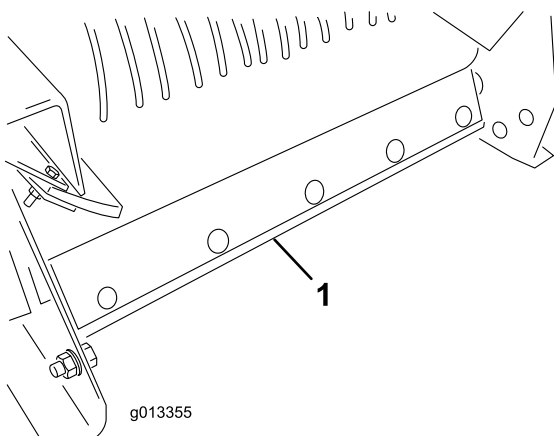

Figura 60
6. Îndepărtați ansamblul screperului de curățare a benzii din spatele mainii (Figura 60).